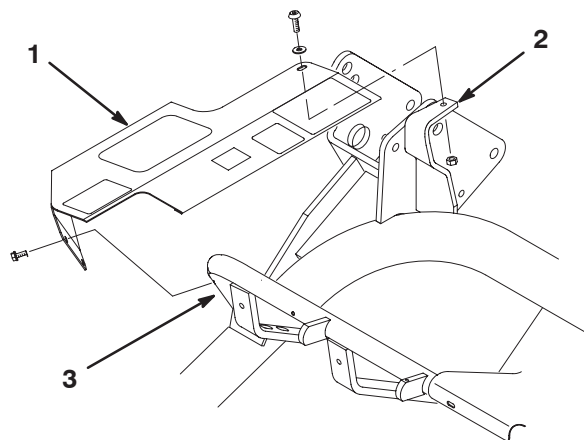

Bild 8
1. Richten Sie die Befestigungslöcher der Abdeckung mit den Löchern im Rahmenrohr und der Befestigungshalterung aus (Bild 8).
2. Befestigen Sie das hintere Ende der Abdeckung mit einer Innensechskantschraube (1/4 x 3/4 Zoll), einer Scheibe (1/4 Zoll) und einer Sicherungsmutter (1/4 Zoll) lose oben an der Befestigungshalterung (Bild 8).
3. Befestigen Sie das vordere Ende der Abdeckung mit zwei Blechschrauben lose am Rahmenrohr (Bild 8). Ziehen Sie alle Befestigungsschrauben der Abdeckung an.